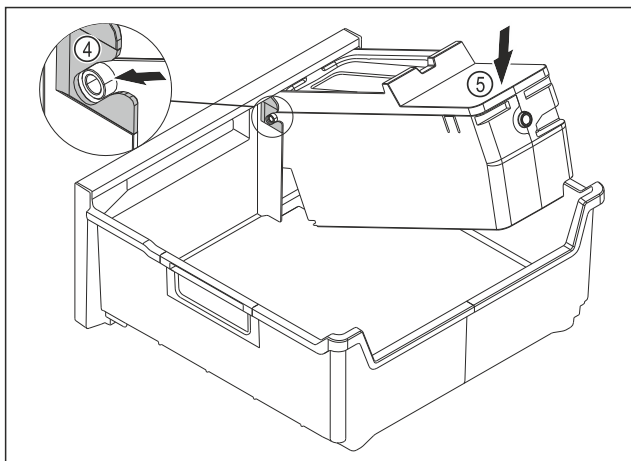

Fig. 134
- ▶ Montaż korpusu EasyTwist-Ice: Wsunąć osie korpusu EasyTwist-Ice w prowadnice Fig. 134 (4).
- ▶ Docisnąć korpus EasyTwist-Ice Fig. 134 (5) z tyłu do dołu.